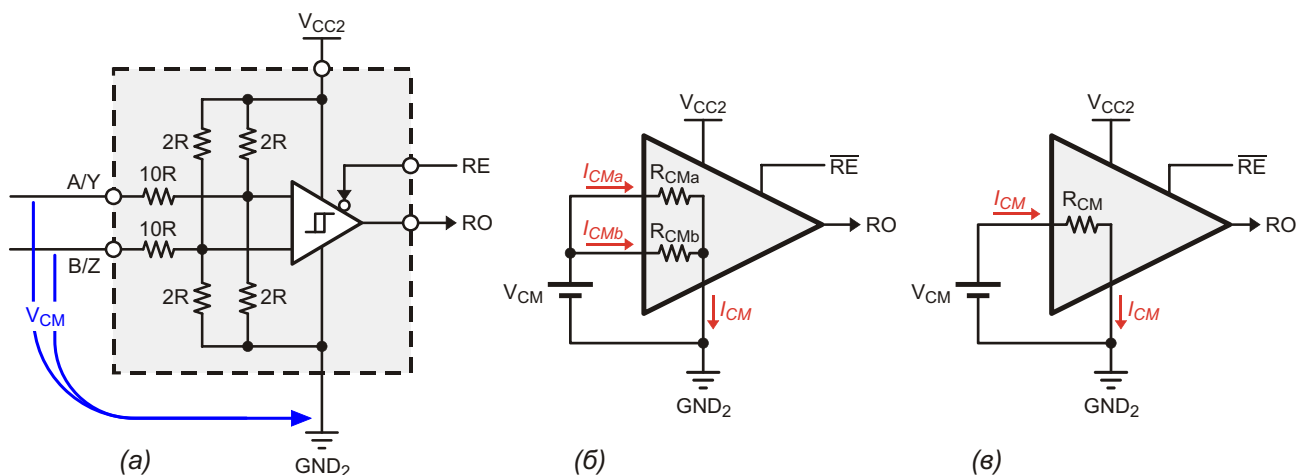

Рисунок 2. Эквивалентная схема входной цепи приемника (а), ее упрощенное представление для синфазных сигналов (б) и дальнейшее упрощение для V_{CM} (в).
Формула (6) позволяет рассчитать V_p в режиме управления по току для случая критического затухания (см. Рисунок 2):
Приемник обрабатывает только дифференциальную составляющую сигнала в пределах CMVR, удаляя любые синфазные компоненты. Это достигается с помощью внутреннего делителя напряжения, одинаково ослабляющего синфазный и дифференциальный сигналы (Рисунок 2). Затем последующий дифференциальный компаратор формирует разность двух ослабленных входных сигналов, тем самым, усиливая только дифференциальную составляющую.